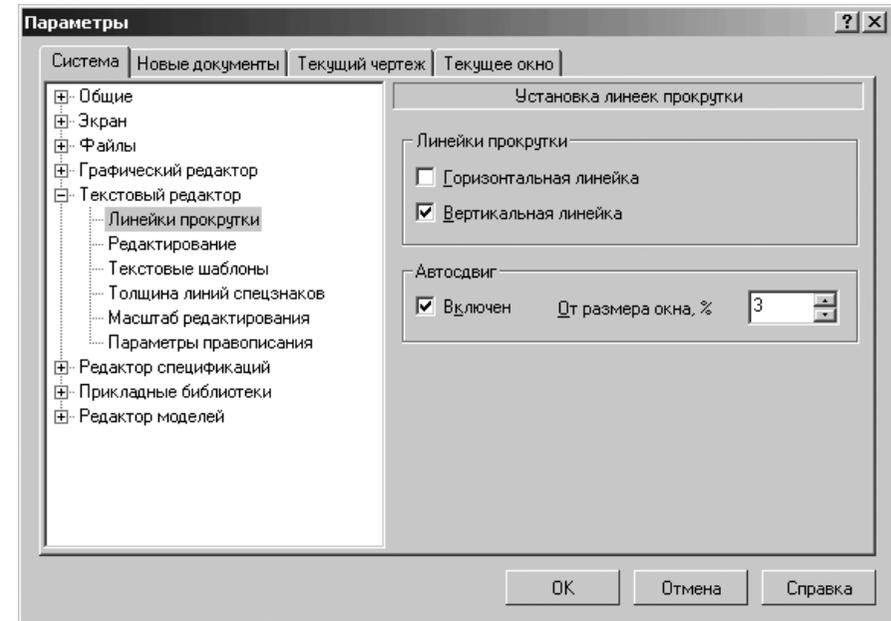

Рис. 9.35. Диалоговое окно **Параметры** с открытой вкладкой **Система** и открытой панелью **Установка линеек прокрутки**
- щелкните по пункту **Линейки прокрутки**. Откроется в правой части диалогового окна панель **Установка линеек прокрутки** (рис. 9.35);